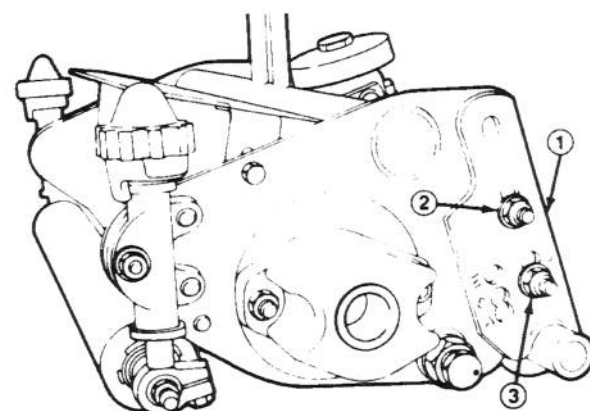

Figure 2
2. Assemblez les supports arrière de réglage de la hauteur de coupe dans la position souhaitée. Desserrez la vis SPC et l'écrou, et retirez les boulons et écrous se trouvant sous les côtés droit et gauche du module de coupe (Fig.2).